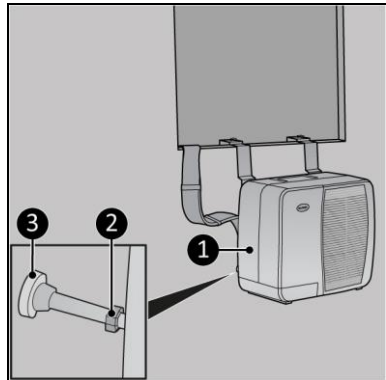

Abbildung 7
4. Stellen Sie sicher, dass das Außengerät (Abbildung 7, Pos. 1) waagrecht hängt, indem Sie die Mutter (Abbildung 7, Pos. 2) an der Einstellschraube festziehen. Stellen Sie sicher, dass der Stoßfänger (Abbildung 7, Pos. 3) senkrecht steht.